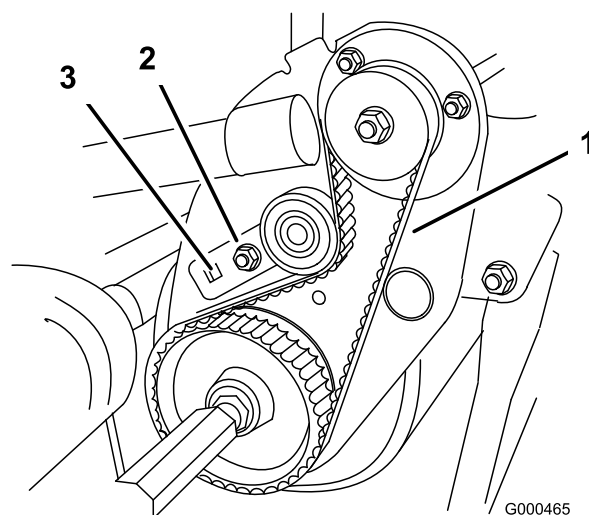

**Figure 46**
2. Contrôlez la tension de la courroie en exerçant une force de  $2 \pm 0,5$  kg à mi-distance entre les poulies (Figure 46). La courroie doit présenter une flèche de 4,8 à 7,9 mm. Si ce n'est pas le cas, passez à l'étape suivante.